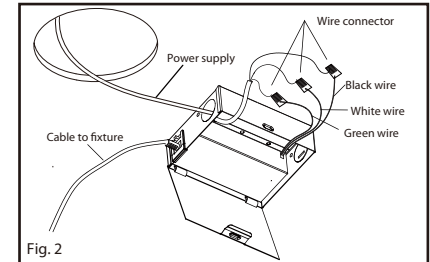

Fig. 2
2. Open the hardwire box swing cover and remove the appropriate knockout, insert a NM connector (for strain relief) in the knockout (not included). Insert the electrical supply cable through the connector/knock out. Use the wirenuts to connect the white wire from the supply wire with the white wire of the junction box. Match the black wire from the supply wire with the black wire of the junction box. Match the copper wire from the supply wire and with the green wire of the junction box. (Fig. 2)
2. Ouvrez le couvercle pivotant de la boîte câblée et retirez le trou approprié, insérez le câble d'alimentation électrique à travers le trou (non fournies). Utilisez les marettes pour jumeler le fil blanc du secteur avec le fil blanc de la boîte de jonction. Jumeler le fil noir du secteur avec le fil noir de la boîte de jonction. Jumeler le fil de cuivre du secteur avec le fil vert de la boîte de jonction. (Fig. 2)